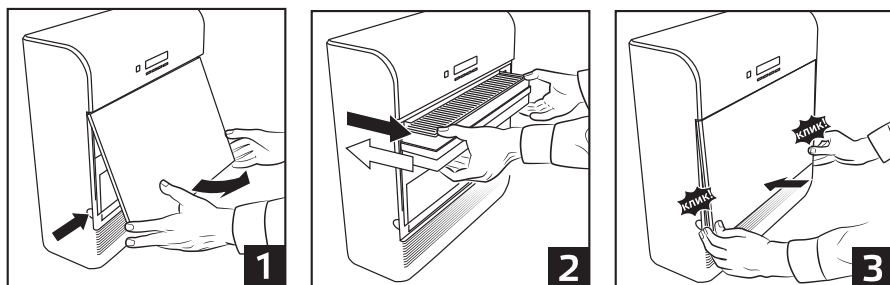

Рисунок 4.5 – Снятие и установка сервисной панели
4.2.14. Нажмите на фиксаторы слева и справа сервисной панели по направлению друг к другу, освободив нижние углы панели, и потяните панель на себя, преодолевая усилие магнитного фиксатора, расположенного внизу по центру сервисной панели (рис. 4.5, поз. 1).
4.2.15. Извлеките все фильтры из устройства. Удалите с них защитную упаковку (рис. 4.5, поз. 2.) Через образовавшуюся нишу убедитесь в равномерном прилегании уплотнительного кольца на теплоизоляционной трубе к уплотнению входного отверстия устройства.
4.2.16. Установите фильтры на место (рис. 4.5, поз. 2).
4.2.17. Установите на место сервисную панель. Убедитесь в срабатывании правого и левого фиксаторов (рис. 4.5, поз. 3).